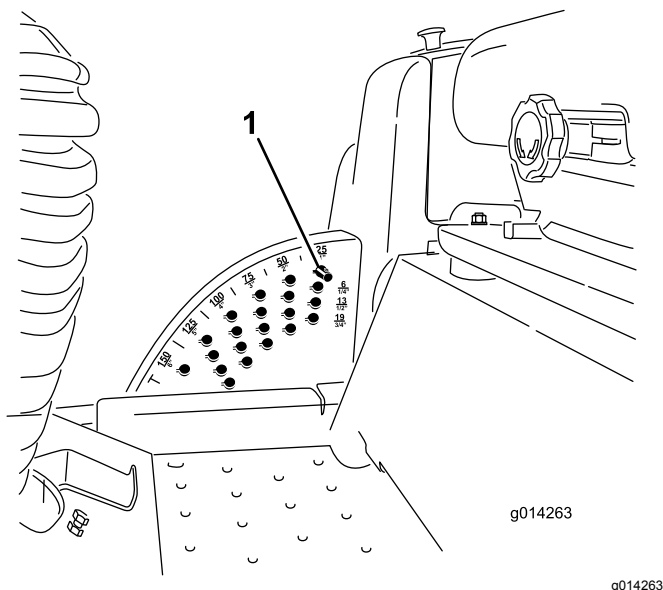

図 19
1. エンジンが回転している状態で、カッティングユニット昇降スイッチの後側を押し、ユニットが完全に上昇したら直ちにスイッチから手を離す 図 19。
2. 刈り高ピンを回して刈り高設定穴のスロットとが整列したところでピンを抜き取る 図 19。
3. 刈り高ブラケットについている穴から、希望する刈り高に対応する穴を見つけ、その穴にピンを通し、ピンを回してロックする (図 19)。
注 穴は全部で4列あります 図 19。外周側の列は、外周部に刻印されている通りの刈高の穴です。2列目の穴は、それぞれ1列目プラス6mmの刈り高となります。3列目の穴は、それぞれ1列目プラス12mmの刈り高となります。一番下の列の穴は、それぞれ3列目プラス18mmの刈り高となります。刈高158mmだけは例外で、2列目のはずれにあります。この穴にセットすると刈高158mmとなります6mmアップにはなりません。